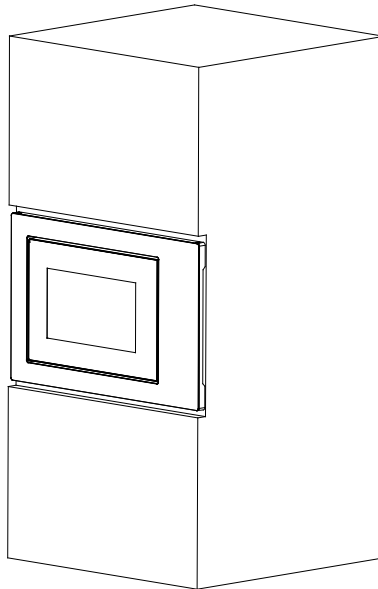

Abb. 2
- b) Schieben Sie die Mikrowelle ganz hinein. (Abb. 2)